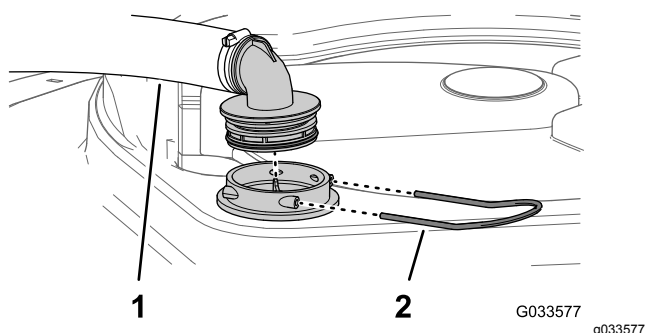

Figura 76
2. Na parte superior do depósito do pulverizador, retire a fixação que prende a união da mangueira unida à tubagem grande da estrutura do filtro de rede (Figura 76).
3. Retire a tubagem e a união da tubagem da estrutura do filtro de rede (Figura 76).